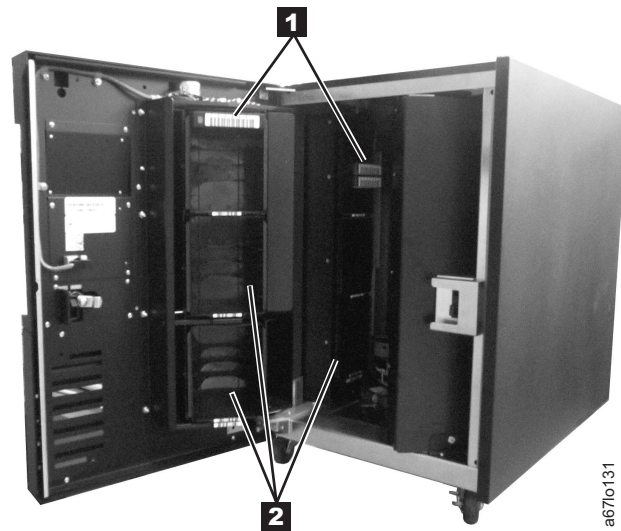

Abbildung 19. Kassetten und Magazine entfernen
3. Entfernen Sie alle Kassetten **1** und Magazine **2** aus den Ablagesäulen innerhalb des Kassettenarchivs (siehe Abb. 19).